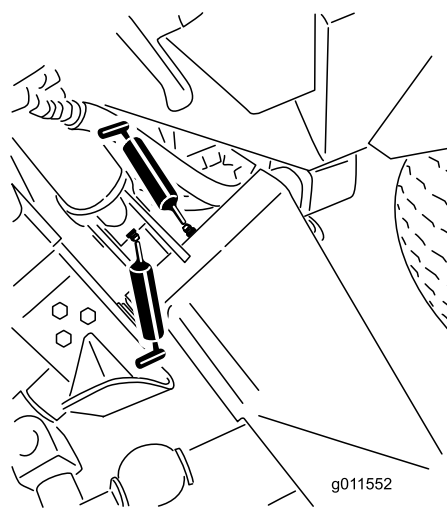
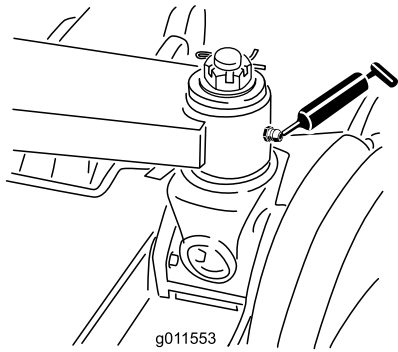

Figure 48
Figure 49
- 6 bagues de bras de levage principal (Figure 48 et Figure 49)